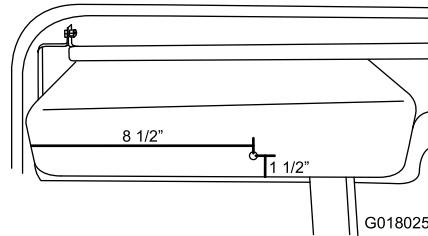

Figura 21
1. Perfore un taladro ($5/16$ ") en la guantera a 216 mm desde la izquierda y 38 mm desde la parte inferior (Figura 21).